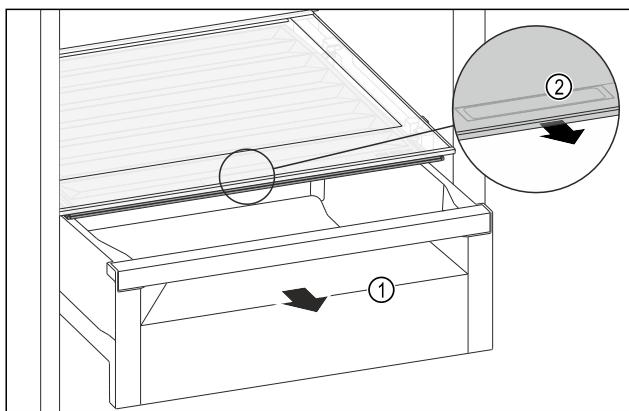

Fig. 123
- Извлеките выдвижной ящик Fig. 123 (1).
- Возьмитесь за утопленную ручку Fig. 123 (2) на крышке отделения и одновременно потяните крышку отделения вперед.